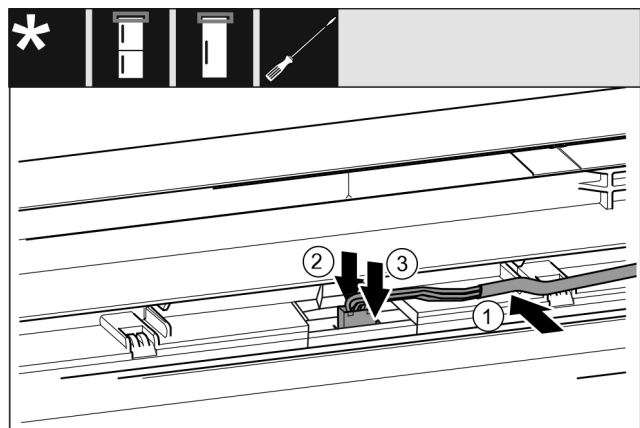

Fig. 46 Kombinace chladničky s mrazničkou / mrazničky / chladničky*
- ▶ Kabel Fig. 46 (1) vložte do vedení v horních dvířkách.*
- ▶ Západku Fig. 46 (2) zatlačte dozadu.*
- ▶ Zaklapněte zástrčku Fig. 46 (3)*.